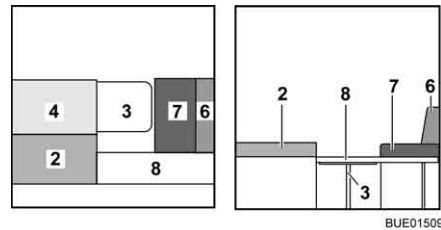

Bild 145 Während des Umbaus
- Das Rückenpolster (Bild 145,4) neben das Sitzpolster (Bild 145,2) legen.
- Die Stütze der Bettverbreiterung (Bild 145,8) aufklappen und die Bettverbreiterung in die Aufnahmen an den Sitztruhnen einhängen.